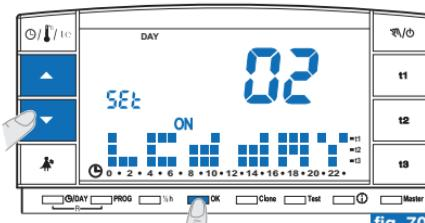

fig. 70
- Sur la page-vidéo d'affichage du contraste de l'écran, (exemple en fig. 69) appuyer sur les touches **▲▼** pour visualiser le niveau "02" **Lcd dAY** (exemple en fig. 70). *Remarque: il est possible de revenir au programme normal en attendant le time out (3 minutes) ou en appuyant sur la touche ①.*